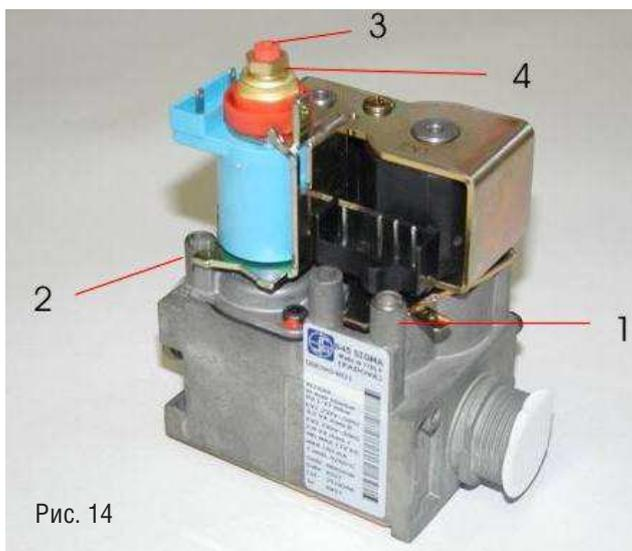

Рис. 14
- Снимите трубку U-образного манометра с трубки «Змер давления газа на выходе» (рис.14), закрутите винт и проверьте герметичность (Не прилагайте значительных усилий к затяжке винта, т.к. это может повредить седло конусного уплотнителя);